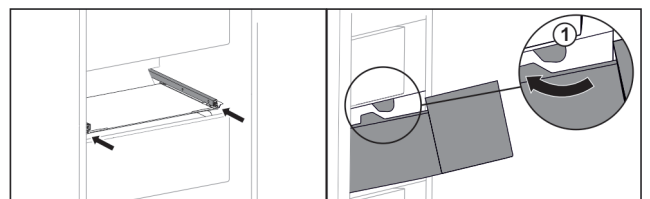

Fig. 50
- ▶ Far passare il cassetto intorno ai fermi Fig. 50 (1).